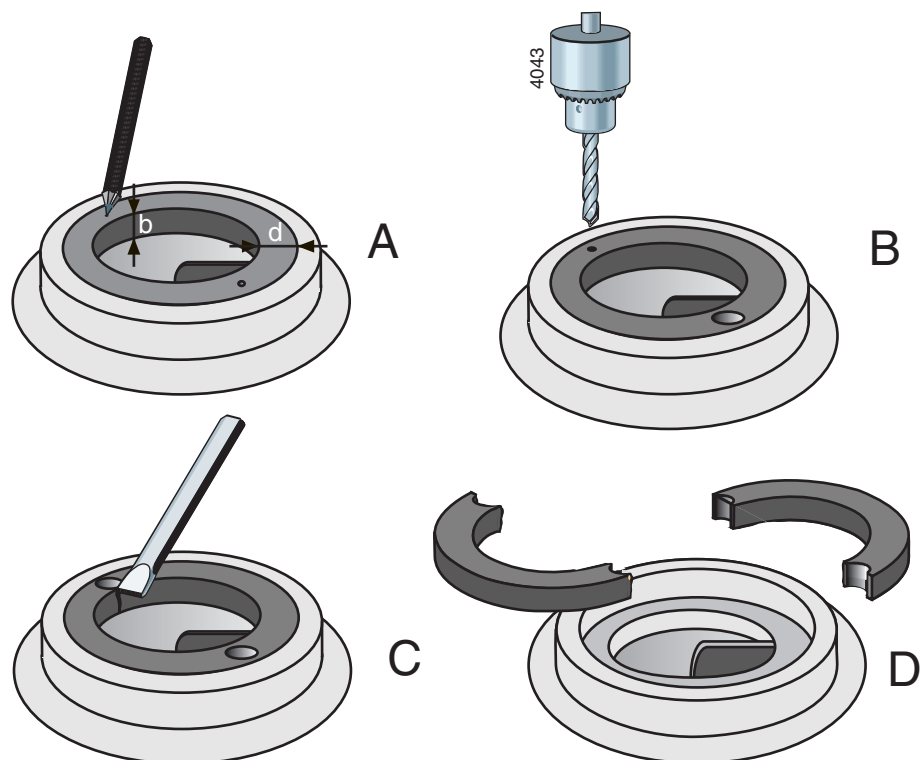

Figura 19: Desmontagem do anel de desgaste.
- 1 Meça a espessura (d) e a largura (b) do anel. Consulte a figura 19 A.
- 2 Faça um furo central no meio do bordo do anel em dois pontos opostos. Consulte a figura 19 B.
- 3 Utilize uma broca com um diâmetro ligeiramente inferior à espessura (d) do anel e faça dois furos no anel. Consulte a figura 19 C. Não faça um furo com uma profundidade superior à largura (b) do anel. Tenha cuidado para não danificar o bordo de instalação da caixa da bomba.
- 4 Utilize um cinzel para cortar a parte restante da espessura do anel. Em seguida, poderá remover o anel da caixa da bomba em duas partes. Consulte a figura 19 D.